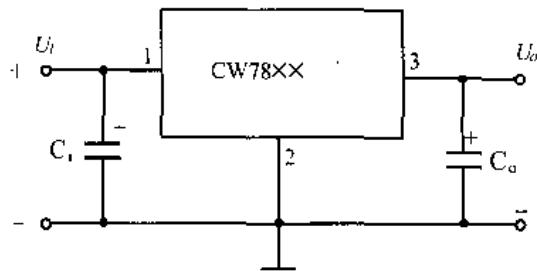

图 2.3 三端集成稳压器的应用电路
CW78××和 CW79××系列的集成稳压器的典型应用电路见图 2.3。为了进一步改善滤波效果,应接入  $C_i$  和  $C_o$ 。CW78××系列的集成稳压器输入和输出之间的电压相差不得小于 2V,一般在 5V 左右为宜,这样集成稳压器的功耗不太大,又可使调整管处于放大区工作,保证较好的电气技术指标。目前有一种低压差集成稳压器,输入和输出之间有 0.5V 的压差就可正常工作,这种低压差集成稳压器功耗可下降许多。还有一种跟踪式集成稳压器,它可输出正、负两路而绝对值相等的电压。
注[1]:①、②、③代表引线编号,具体位置参阅图 2.3。I、O、GND 和 ADJ 分别代表输入、输出、地和调整端。